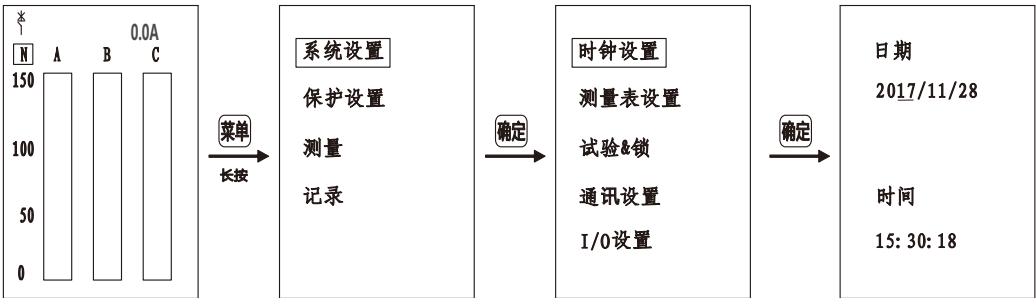

图102 时钟设置步骤
② 系统设置：主界面长按“菜单”键进入主题菜单，按“确定”键进入系统设置界面，按“↑”“↓”键选择需要设置的选项，按“确定”进入选项。示例见图102（时钟设置）